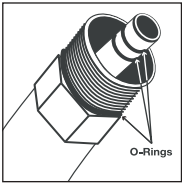

Figure 15
(Ilustración 15)
- Verify that o-rings are present on hose and not torn or damaged. Coat o-rings with light oil for installation to prevent damage. (See Figure 15)
- Verifique la presencia de o-rings en la manguera, y que no estén gastadas ni dañadas. Para instalarlas, recubra (los o-rings) con aceite liviano para evitar dañarlos. (Vea la ilustración 15)